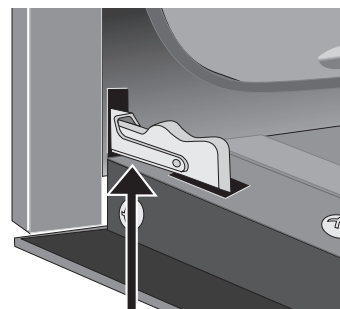

Figure 39: Charnière en position verrouillée
4. Poussez les verrous des charnières vers le haut et dans le cadre du four jusqu'à ce qu'ils soient en position verrouillée (Figure 39).